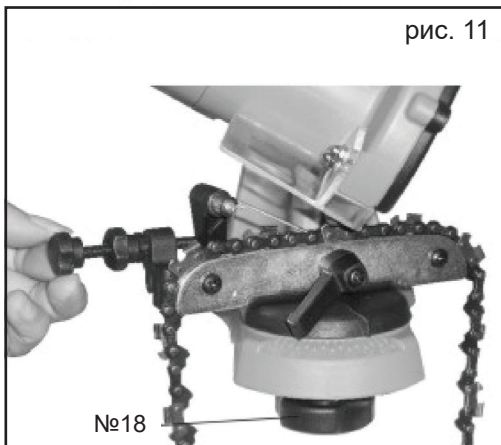

рис. 11
6. Ослабьте зажимную гайку (№18) и установите угол так, чтобы первый зубец, который не был еще заточен, находился напротив фиксатора цепи (№23) и закрепите таким образом, как было описано ранее, рис. 11.